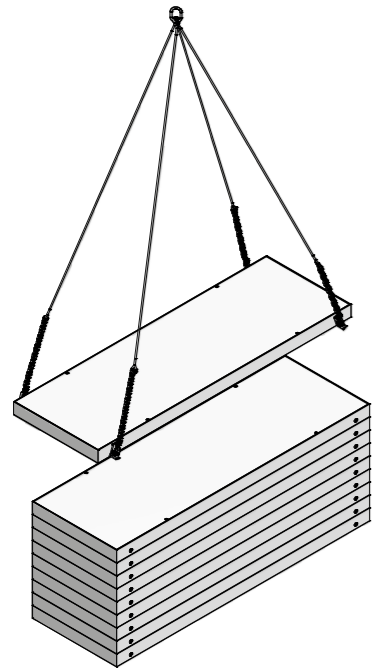

Abb. 7
- Sie müssen immer vier Transportstecker symmetrisch am selben Element einsetzen (Abb. 7).